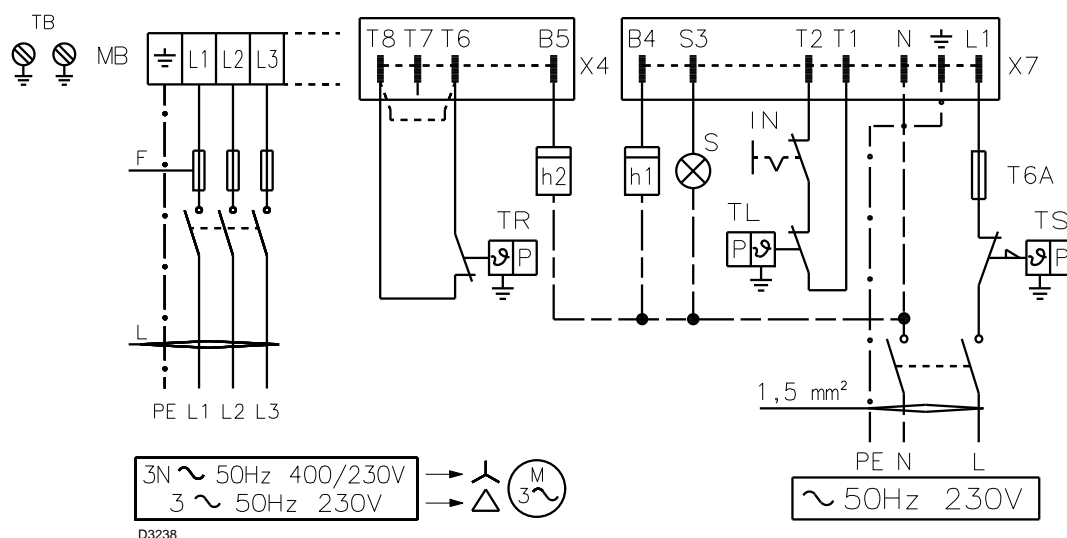

Fig. 17
Seção dos cabos e fusíveis (Fig. 17), ver Tab. C.
Caso contrário, se desejar que o queimador funcione a uma chama, inserir, em substituição do termostato TR, uma ponte entre os bornes T8 e T6 (Fig. 17).
Legenda (Fig. 17)
- Os queimadores saem de fábrica para funcionar a duas chamas e deve, portanto, ser ligado o termostato TR. Caso contrário, se desejar que o queimador funcione a uma chama, inserir, em substituição do termostato TR, uma ponte entre os bornes T8 e T6 (Fig. 17).